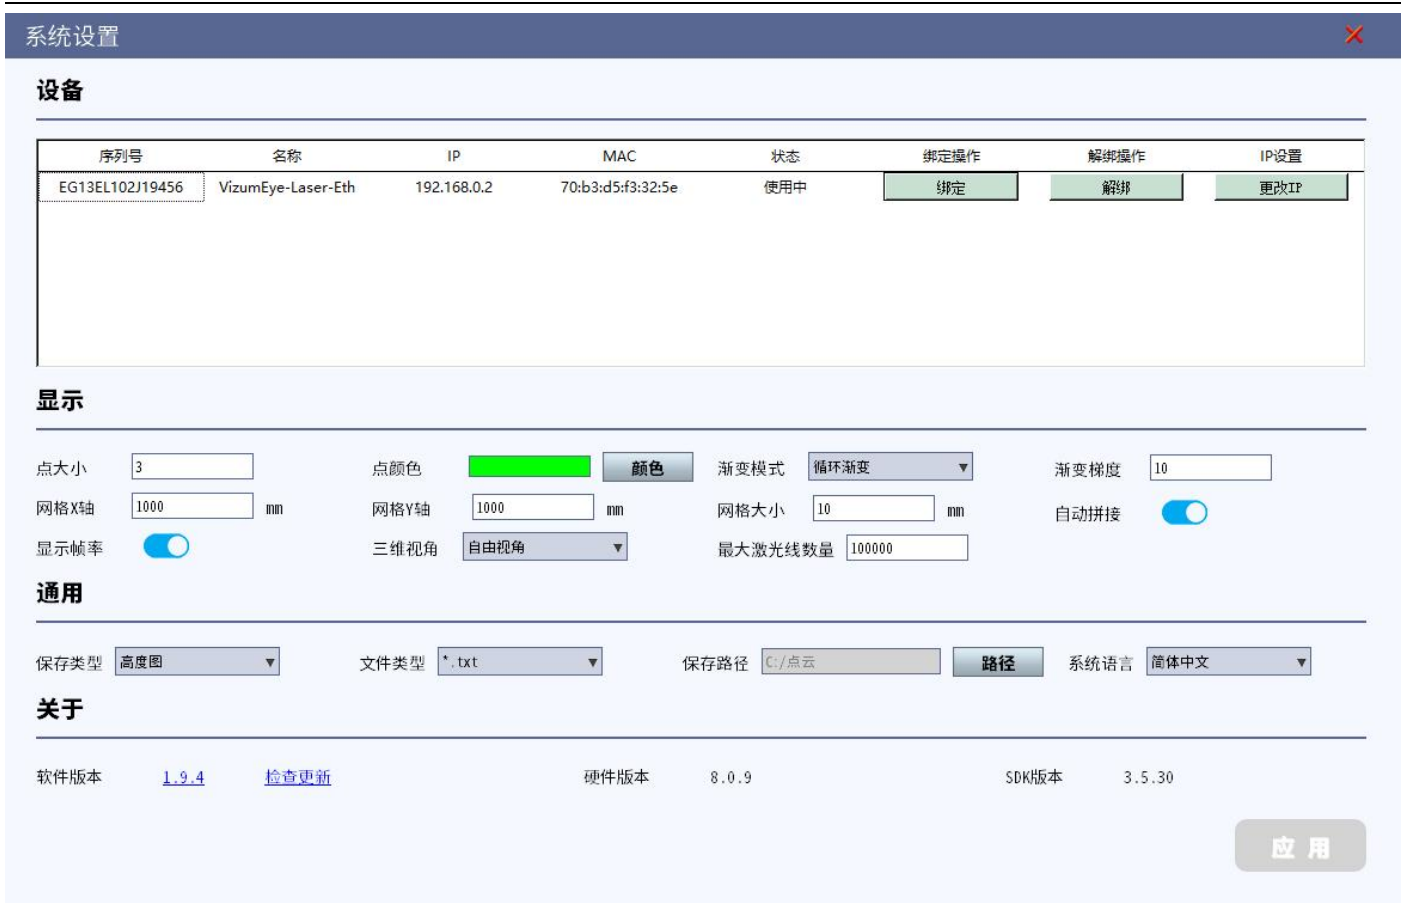

图 5 系统设置
4、点击“系统”进入到系统设置界面，按实际情况进行设置，点击“应用”或回车生效。图 5 界面说明：